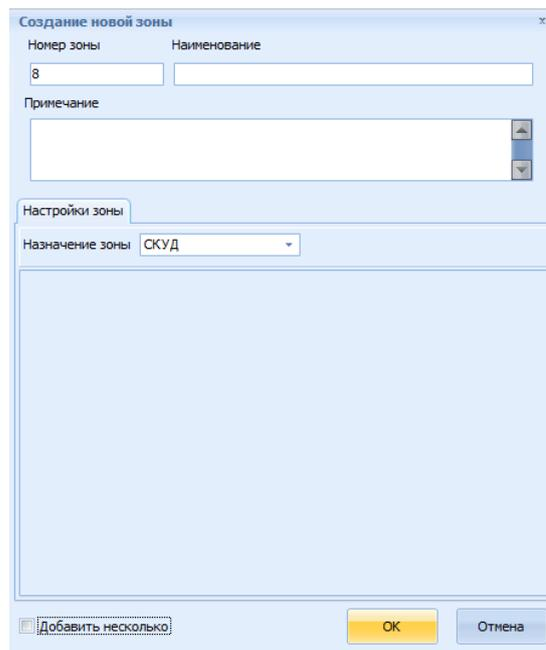

Рисунок 7.7 – Окно «Создание новой зоны СКУД»
3) **СКУД зона:** при создании зоны СКУД, следует ввести только Наименование зоны (обычно совпадает с назначением помещения, в котором установлена система контроля доступа Рубеж) (рисунок 7.7). Пример организации системы контроля и управления доступом сотрудников и посетителей на предприятии описан в